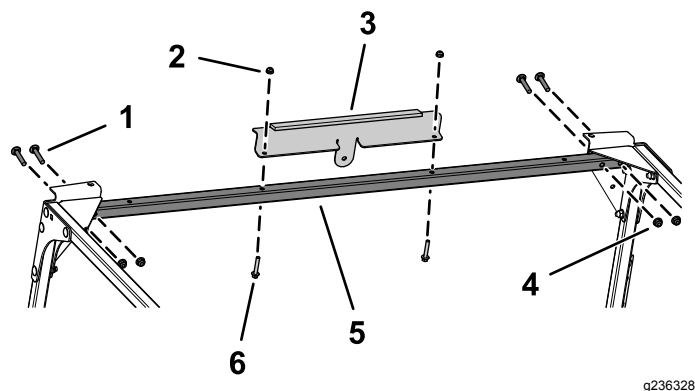

Figure 11
10. Fixez légèrement la liaison transversale avant aux plaques avant et aux goussets d'angle à l'aide de 4 boulons de carrosserie (5/16" x 1 3/4") et 4 écrous à embase (5/16"), comme montré à la Figure 11.
11. Fixez le support avant à la liaison transversale avant à l'aide de 2 boulons à embase hexagonale (1/4" x 1 1/2") et 2 écrous à embase (1/4"), comme montré à la Figure 11.